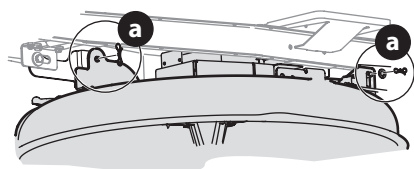

Figura 34
5. Extraiga los pasadores de chaveta con unión curva (a) que aún están sujetando la plataforma al tractor cortacésped (Figura 34).
NOTA: durante el reensamblado, los pasadores de chaveta con unión curva (a) se deben volver a colocar de arriba hacia abajo (Figura 34).